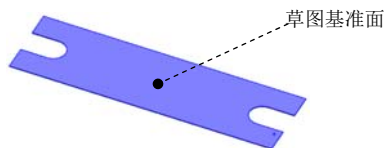
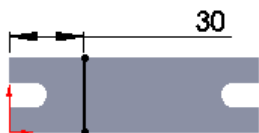

图 7.3.2 草图基准面
图 7.3.3 折弯线
Step3. 定义特征的折弯线。选取图 7.3.2 所示的模型表面作为草图基准面；在草绘环境中绘制图 7.3.3 所示的折弯线；选择下拉菜单 **插入(I)** →  **退出草图** 命令，退出草绘环境，此时系统弹出图 7.3.4 所示的“绘制的折弯”对话框。